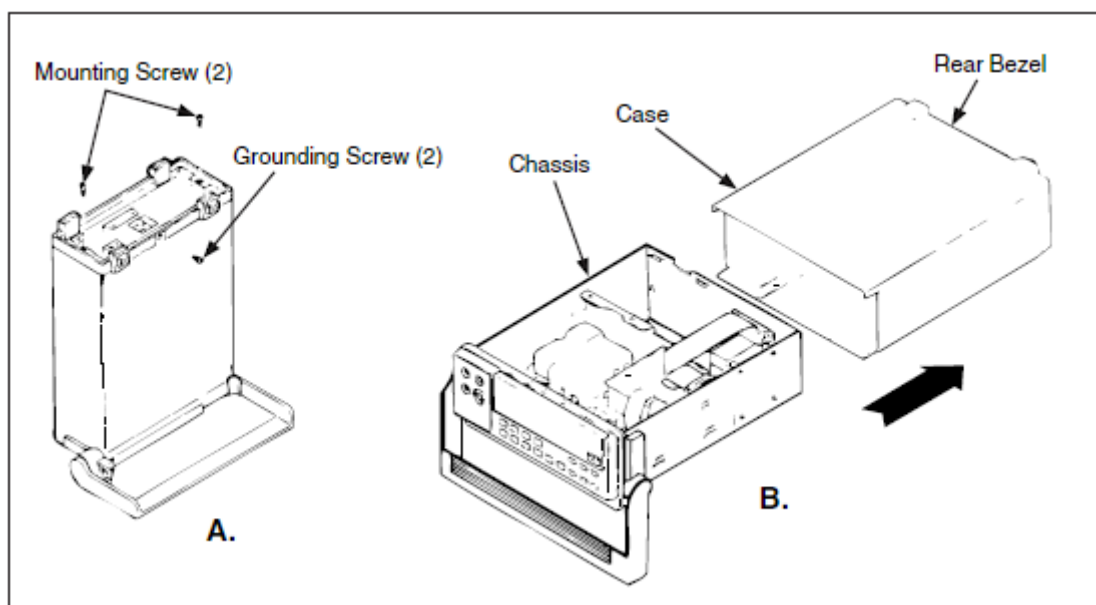

图 8-1 拆卸
8-3. 功能结构图	8-1
2. 从机箱底部和背板（如图 8-1 中的部分 A）上拧下固定螺丝，然后握住前面板，将机箱和背板从外壳中滑出（如图 8-1 中的部分 B），此时，背板并未离开机箱；